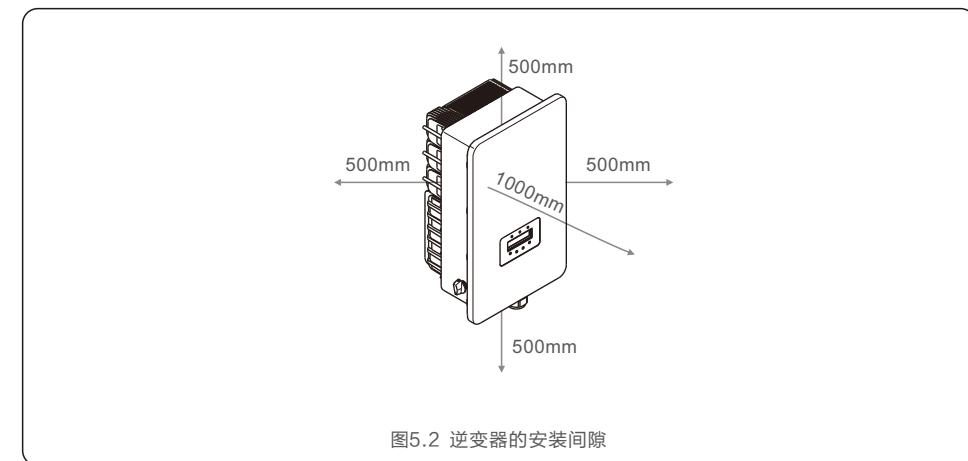

图5.2 逆变器的安装间隙
1. 按照图5.2，挂板孔距打四个膨胀螺栓孔 (ST6.3*60 十字槽六角头自攻螺钉, HJ0108 10*50mm鱼型膨胀管)，使用10mm型号钻头的冲击钻打孔时要保持钻头与墙面垂直，双手紧握手柄，把握好方向，不要摇晃，以免破坏墙面，造成孔倾斜。钻孔深度应为60mm。去除孔内灰尘后测量孔深，保持孔深一致。